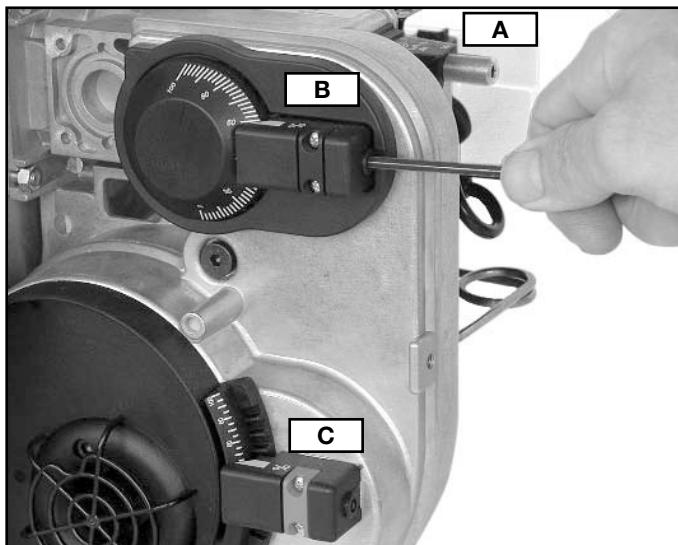

Abbildung 16 / Figure 16
- Durch drehen der Stellschraube nach rechts wird der Gebläsedruck erhöht, der CO₂-Gehalt der Abgase steigt (siehe Abb. 16).
- Durch drehen der Stellschraube nach links wird der CO₂-Gehalt der Abgase erhöht und der Gebläsedruck gesenkt (siehe Abb. 16).
- By turning the adjusting screw to the right the blast pressure increases, the CO₂ content of the exhaust gas rises (see fig. 16).
- By turning the drive shaft to the right, the airflow rate increases CO₂ content of the exhaust gas rises and the fan pressur decreases (see fig. 16).
- En tournant la vis de réglage vers la droite, la teneur en CO₂ des gaz brûlés est augmentée et la pression de la soufflerie augmente (cf. fig.16).
- En tournant l'arbre d'étranglement vers la gauche, la teneur en CO₂ des gaz brûlés est augmentée et la pression de la soufflerie baisse.(cf. fig.16)